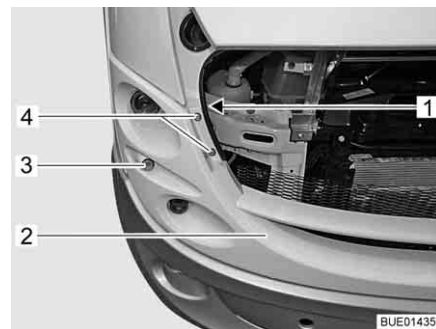

Bild 260 Plastfrontpanel med lampor
- Lossa skruven (Bild 260,1) med brickan och ta bort den.
- Dra plastfrontpanelen (Bild 260,2) på sidan försiktigt framåt tills lamphuset blir åtkomligt.
- Ta ut lamphuset för parkeringsljuset (Bild 260,3) med lampan.